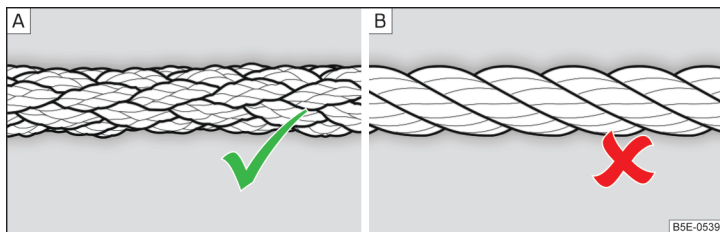

Bild 156 Flätad bogserlina/vriden bogserlina
Vid bogsering med bogserlina får endast flätade plastlinor » bild 156 - A användas » I.
- Använd inte en virad bogserlina för bogsering » bild 156 - B, bogseröglan på fordonet kan vridas ur - olycksrisk.